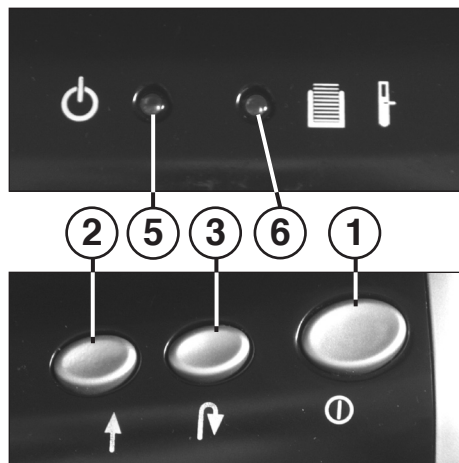

Fig. 1
- 1 = Tryckknapp „Driftsklar“ (Fig. 1)**
- 2 = Framåtknapp (Fig. 1)**
- 3 = Bakåtknapp (Fig. 1)**
- 5 = Kontrollampa „Driftsklar“ (Fig. 1)**
- 6 = Kontrollampa (röd / gul) (Fig. 1)**
Slå på strömmen med tryckknappen (1) (Fig. 1). Kontrollampen (5) (Fig. 1) tänds.
När uppsamlingskärlet för papper är fullt stängs maskinen av. En signalton hörs. Kontrollampen (6) (Fig. 1) tänds (röd).
- Drag ut uppsamlingskärlet (9) tillsammans med uppsamlingsskålen (10) ur apparatusets undre del.
- Signaltonen tystnar. Kontrollampen (6) (Fig. 1) slocknar.
Kom ihåg att koppla ifrån apparaten för natten. (Tryck på tryckknappen (1) (Fig. 1)).
Om motorn överbelastas stängs den av. Kontrollampen (6) (Fig. 1) tänds (gul). Koppla från maskinen med tryckknappen (1) (Fig. 1).